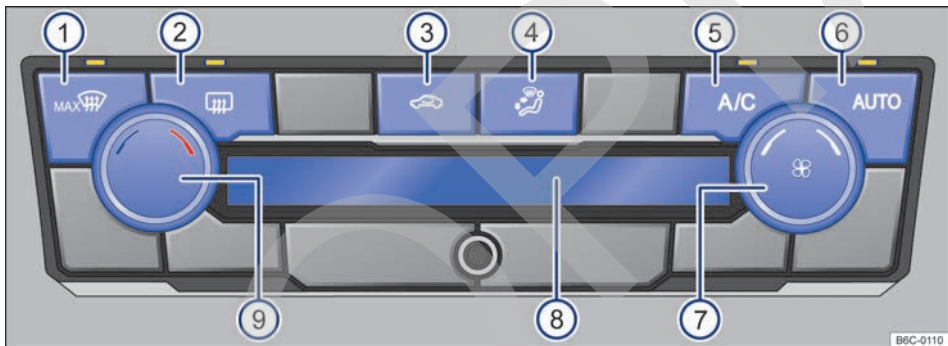

Fig. 81 Comandos del Climatronic.
- Climatronic: girar el regulador del ventilador a la izquierda hasta el tope → fig. 81 (7)
Con la tecla **AUTO** → fig. 81 (6) se puede encender y apagar el modo automático del Climatronic.
- Climatronic: girar el regulador giratorio izquierdo → fig. 81 (9).
En el display del Climatronic → fig. 81 (8) se indica la temperatura ajustada. ▶
- *Climatronic*: girar el regulador del ventilador → fig. 81 (7).
- *Climatronic*: presionar la tecla → fig. 81 (4) a la posición deseada, la distribución seleccionada se indicará en el display (8).
- *Climatronic*: presionar la tecla  → fig. 81 (1).